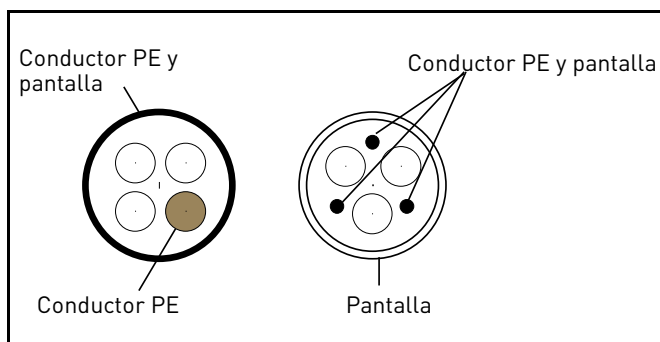

Figura 18.
- 2 = Cable de alimentación simétrico provisto de malla concéntrica protectora, específico para la tensión de red en cuestión. (MCMK o similar recomendado). Ver la Figura 18.
- 3 = Cable de alimentación simétrico provisto de pantalla compacta de baja impedancia, específico para la tensión de red en cuestión. [MCCMK, EMCMK o similar recomendado; Impedancia de transferencia del cable recomendada (1...30 MHz) máx. 100 mOhm/m]. Ver la Figura 18.